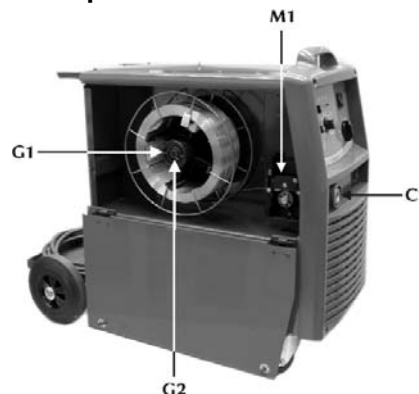

Fig.2
- a) Collegare la torcia MIG sull'attacco (C1 fig.2), prestando particolare attenzione nell'avvitare completamente la ghiera di fissaggio.
- d) Svitare la ghiera (G1 fig.2) dall'aspo porta rocchetto e inserire il rocchetto in modo tale che, tirando il capo esterno del filo, esso ruoti in senso antiorario. Fare entrare in sede anche il perno dell'aspo, rimettere la ghiera (G1 fig.2) in posizione e registrare la vite di frizione (G2 fig.2).
- e) Sbloccare il supporto traino del motoriduttore (M1 fig.2) infilando il capo del filo nella boccia guidafile e, facendolo passare sul rullino, nell'attacco torcia. Bloccare in posizione il supporto traino controllando che il filo sia entrato nella gola dei rullini.